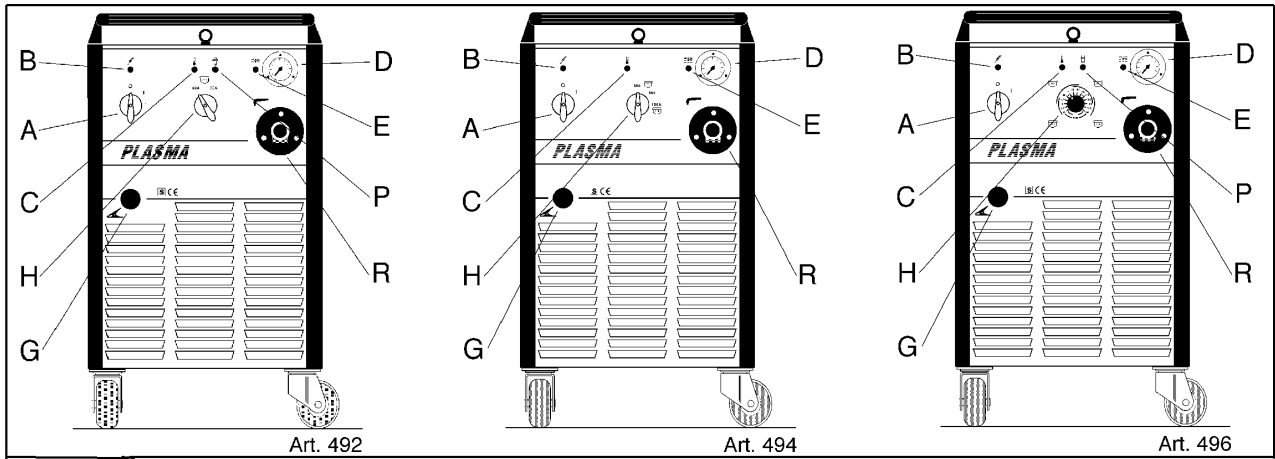
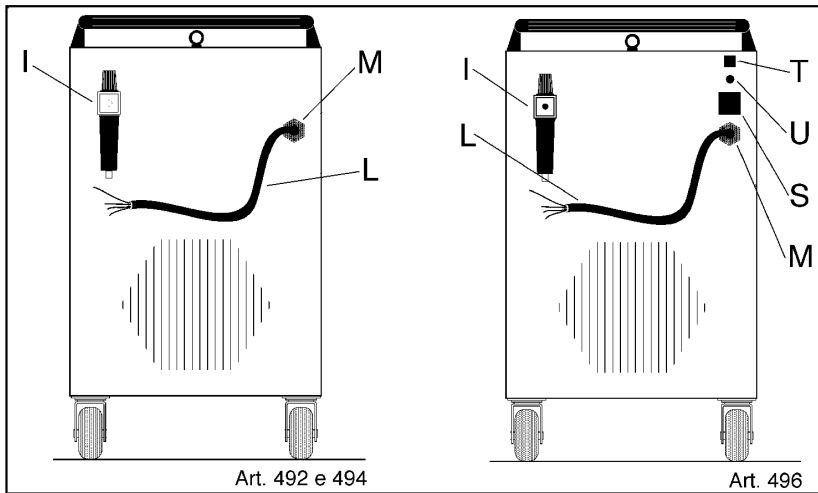

Fig. 1
Fig. 2
Termica: Per evitare eventuali sovraccarichi, ed evidenziata dall'accensione della lampada spia C (vedi fig.1).
Pneumatica: Per evitare che la pressione aria sia insufficiente, posta sull'alimentazione della torcia evidenziata dalla spia E (vedi fig. 1).
2) Che manda in blocco la macchina quando l'elettrodo raggiunge uno stato di usura tale da dover essere sostituito. Questa seconda funzione è evidenziata dall'accensione della lampada P (escluso il modello 494) (fig. 1).
3 DESCRIZIONE DISPOSITIVI SULLA MACCHINA (Vedi fig.1 e fig.2)
2) Per la sostituzione della torcia svitare le viti M6x16, togliere la flangia **1** svitare la torcia **2** dall'adattatore **3**. Per il montaggio della nuova torcia seguire le istruzioni al punto 1. Fare molta attenzione a non ammaccare il perno portacorrente o a non piegare gli spinotti dell'adattatore; un'ammaccatura sul perno impedisce di scollegarlo, una volta montato, dal raccordo fisso R (fig. 1); uno spinotto piegato impedisce un buon fissaggio dell'adattatore sul raccordo fisso R (fig. 1) ed impedisce alla macchina di funzionare. **Questi impianti sono idonei solo per torce ELETTRICO CF tipo P150 (e, solo l'Art. 496, per torce P50) sia manuali, sia automatiche e si declina ogni responsabilità se utilizzati con torce di tipo diverso. Non sollevare mai la macchina dal manico, ma sempre dalle golfare in dotazione alla macchina.**
L'installazione della macchina deve essere fatta da personale qualificato. Tutti i collegamenti devono essere eseguiti in conformità delle vigenti norme e nel pieno rispetto della legge antinfortunistica. Collegare l'alimentazione dell'aria al raccordo posto sul riduttore di pressione **I** (fig.2) assicurandosi che la pressione sia almeno di 6 bar (6KPa X100) con una portata minima di 200 litri/min. Nel caso che l'alimentazione dell'aria provenga da un riduttore di pressione di un compressore o di un impianto centralizzato il riduttore deve essere regolato alla massima pressione di uscita che non deve comunque superare 8 bar (8KPaX100). Se l'alimentazione dell'aria proviene da una bombola di aria compressa questa deve essere equipaggiata con un regolatore di pressione; **non collegare mai una bombola di aria compressa direttamente al riduttore della macchina! La pressione potrebbe superare la capacità del riduttore che quindi potrebbe esplodere!** Assicurarsi che la tensione di alimentazione corrisponda a quella indicata sulla targa dati tecnici. Collegare il cavo di alimentazione **L** (fig.2): il conduttore giallo verde del cavo deve essere collegato ad un'efficiente presa di terra dell'impianto; i rimanenti conduttori debbono essere collegati alla linea di alimentazione attraverso un interruttore posto, possibilmente, vicino alla zona di taglio per permettere uno spegnimento veloce in caso di emergenza. La portata dell'interruttore magnetotermico o dei fusibili in serie all'interruttore deve essere uguale o superiore alla corrente I_1 assorbita dalla macchina. La corrente I_1 , assorbita si deduce dalla lettura dei dati tecnici riportati sulla macchina in corrispondenza della tensione di alimentazione U_1 , a disposizione. Eventuali prolunghe debbono essere di sezione adeguata alla corrente I_1 , assorbita.
Accendere l'apparecchio mediante la manopola **A** (fig.1). Questa operazione sarà evidenziata dall'accensione della lampada **B** (fig.1). Premendo per un istante il pulsante della torcia si comanda l'apertura del flusso dell'aria compressa. Verificare che, in questa condizione, la pressione indicata dal manometro **D** (fig. 1) sia fra $4,5 \div 4,7$ bar ($4,5 \div 4,7$ KPaX100); in caso contrario aggiustarla agendo sulla manopola del riduttore **I** (fig. 2) quindi bloccare detta manopola premendo verso il basso. Collegare il morsetto di massa al pezzo da tagliare. Scegliere, mediante la manopola **H** (fig. 1) la corrente di taglio.